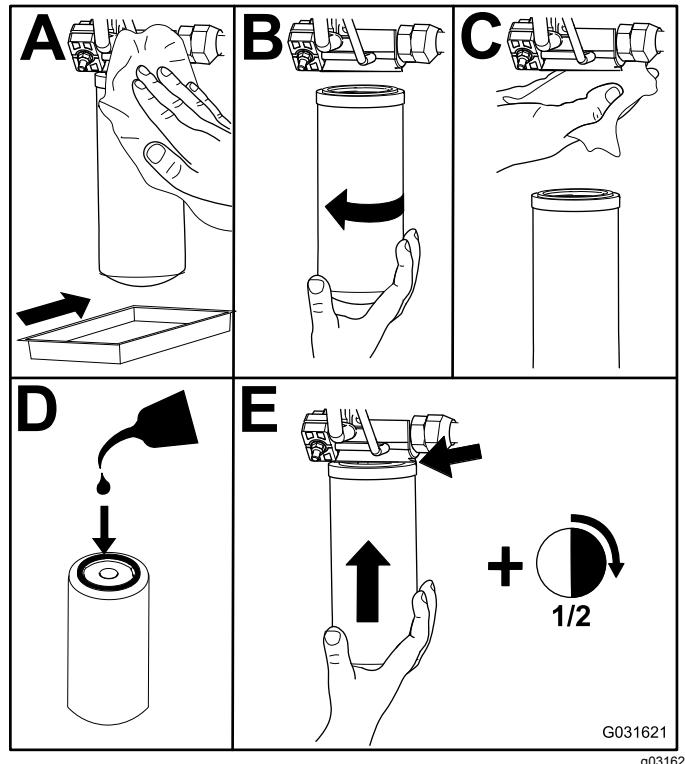

Bild 98
- Tauschen Sie die Hydraulikfilter aus (Bild 98).